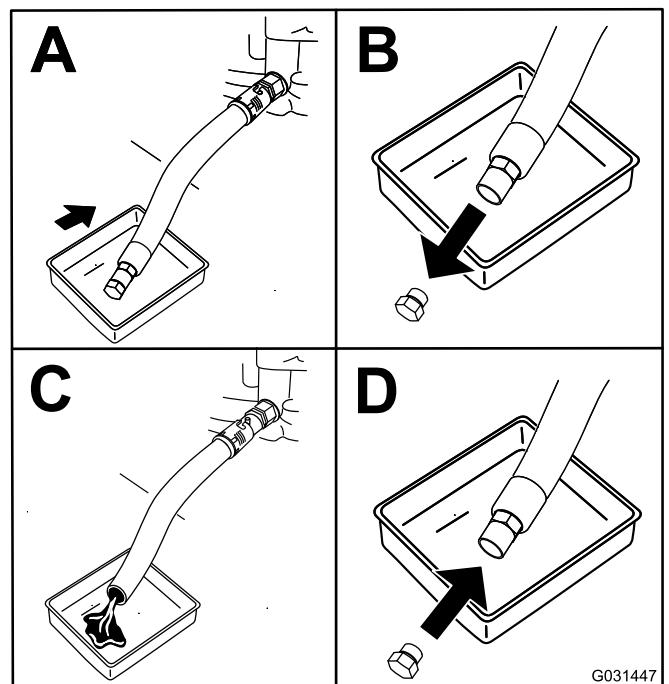

Bild 52
4. Wechseln Sie das Motoröl in den folgenden Situationen Bild 52.